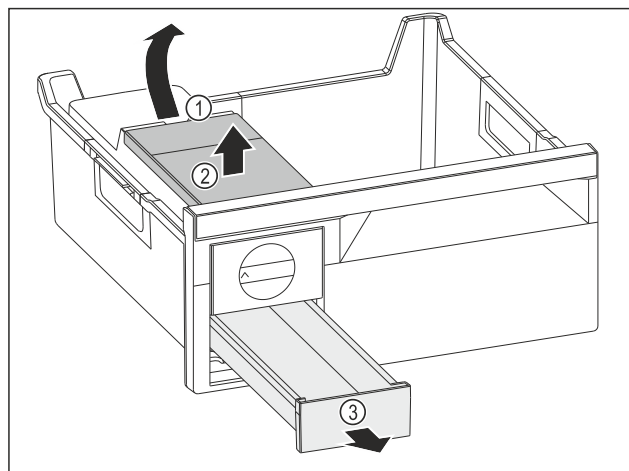

Fig. 88
- ▶ Vyjmutí nádržky na vodu: Zvedněte nádržku na vodu za vybrání Fig. 88 (1).
- ▶ Nádržku na vodu Fig. 88 (2) vyjměte nahoru.
- ▶ Zásuvku na kostky ledu Fig. 88 (3) vyjměte dopředu.